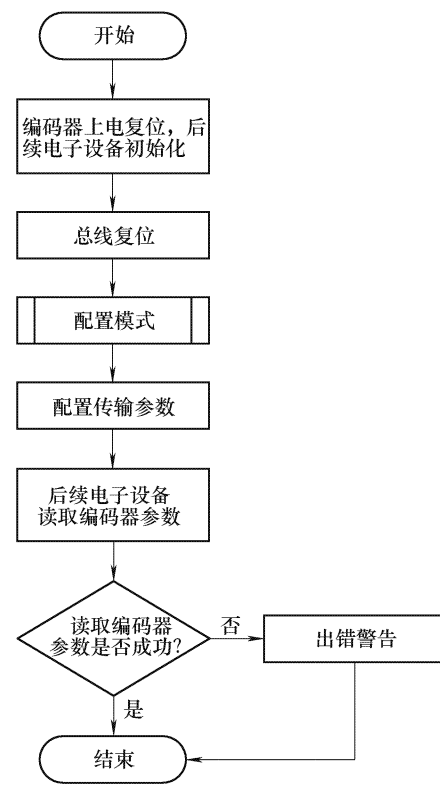

图 B.1
B.1 由后续电子设备和编码器组成的系统初始化流程图如图 B.1 所示。